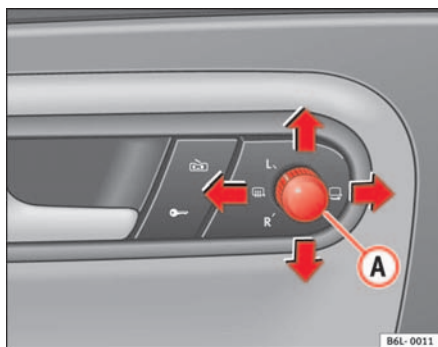

Abb. 68 Drehknopf für Außenspiegeleinstellung
1. Drehen Sie den Drehknopf ⇒ Abb. 68 in Stellung **L (linker Außenspiegel)**.
- Drehen Sie den Knopf auf die Position zum Entfernen von Beschlag ⇒ Abb. 68.
- Drehen Sie den Drehknopf ⇒ Abb. 68 in Stellung ⏏, um die Außenspiegel anzuklappen. Sie sollten die Außenspiegel immer anklappen, wenn Sie eine automatische Waschanlage durchfahren, um Beschädigungen zu vermeiden.